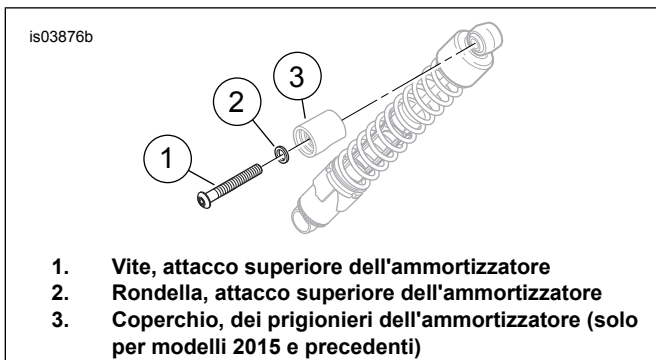

Figura 2. Attacco superiore dell'ammortizzatore posteriore
2. Vedere Figura 2. Rimuovere il bullone da 1/2-13 (1), la rondella (2) e il coperchio dell'ammortizzatore (3). Smaltire il bullone e il coperchio, ma conservare la rondella per l'installazione successiva.